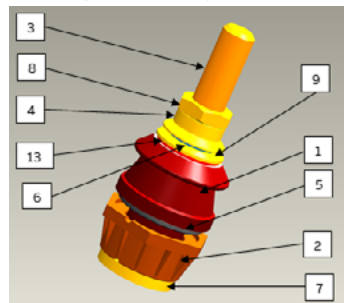
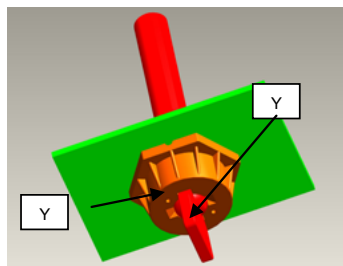

Figura 1
Figura 3
L'isolatore in porcellana (figura 1) deve essere installato secondo la seguente procedura:
- Eseguire un foro sul serbatoio del trasformatore utilizzando il diametro indicato nella tabella 18. Se l'isolatore è fornito già assemblato, svitare il dado (componente n. 8 nella figura 1) e sfilare la porcellana (1) con la guarnizione di assemblaggio (5) e le parti metalliche e guarnizioni in aria: 10,6,9,4 (figura 1).
- Il tirante (3) con le relative rondelle inferiori (7) devono essere installati come indicato nella figura 1 (l'isolazione inferiore (2) insieme al tirante), attraverso il foro sulla cassa del trasformatore. Se l'isolatore corrisponde alla soluzione "B", il piatto del tirante Y deve essere posizionato nella relativa sede X (figura 3).
- Assemblare i componenti: (5), (1), (10), (6), (9), (4), (8) e non appena l'isolatore è pieno d'olio, l'aria al suo interno deve essere rimossa svitando il dado (8) ed infine la relativa coppia di serraggio deve essere applicata sul dado superiore (vedi tabella 18).